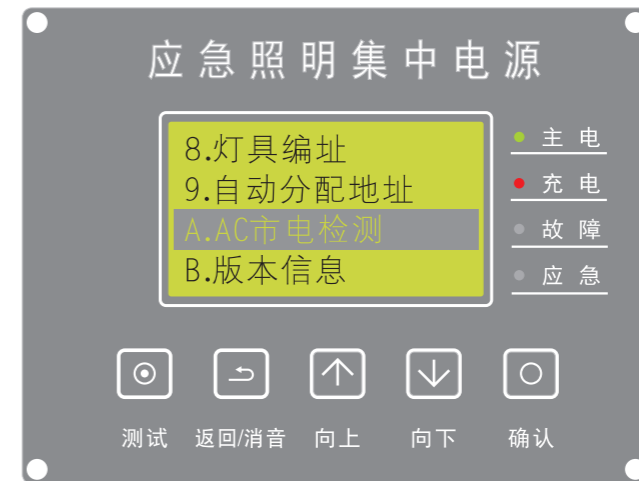

图29
(11)、AC市电检测：在主屏时，按【确认】键进入菜单，按【向上/向上】键选择【AC市电检测】（如图29）按【确认】键进入。